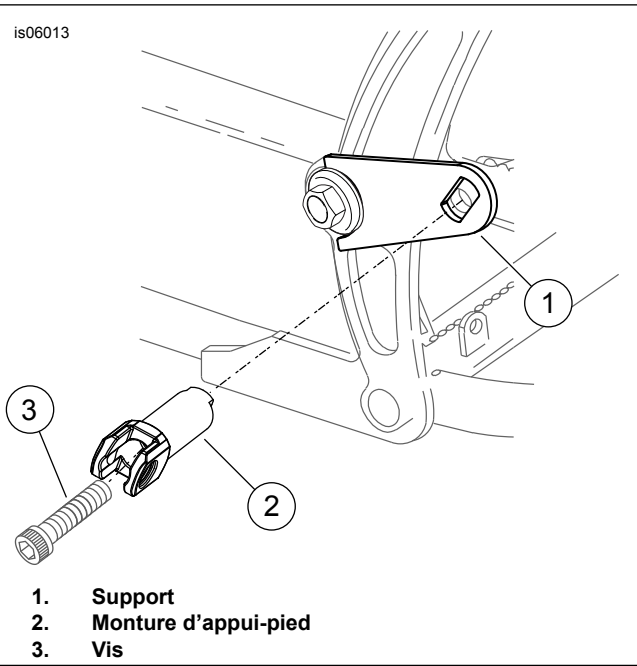

Figure 2. Poser les supports et les montures d'appui-pied
1. Voir Figure 2. Poser les supports (1) et les montures (2) d'appui-pied comme suit :
- a. Mettre en place le support d'appui-pied (1) et insérer la vis (3), déposée précédemment, par le support (2) et dans l'orifice de montage de l'appui-pied dans le cadre.
- c. Serrer la vis (3) au couple de 61 à 67,8 N m (45 à 50 lb pi).
2. Consulter la fiche d'instructions appropriée pour obtenir des instructions de pose des marchepieds (A) et (B) et des goupilles à pivot de votre moto.